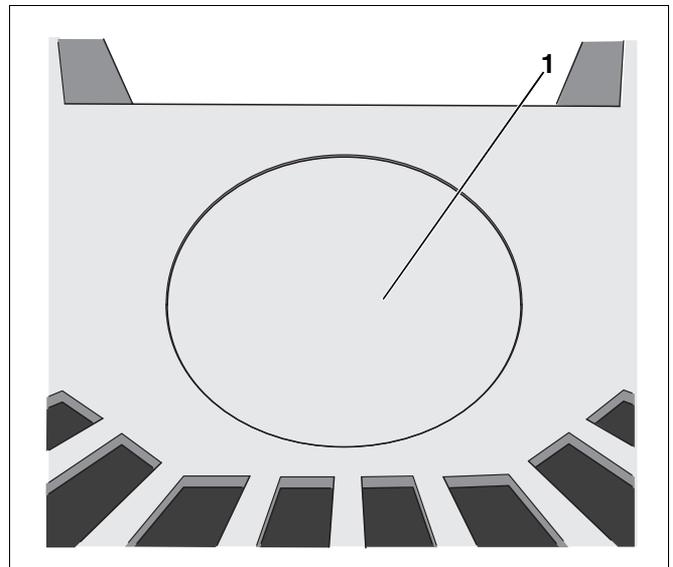

Abb. 11 Abgasanschluss Oberseite – äußere Abdeckplatte
- Äußere Abdeckplatte (Abb. 11, **Pos. 1**) auf den Abgasanschluss Oberseite legen.